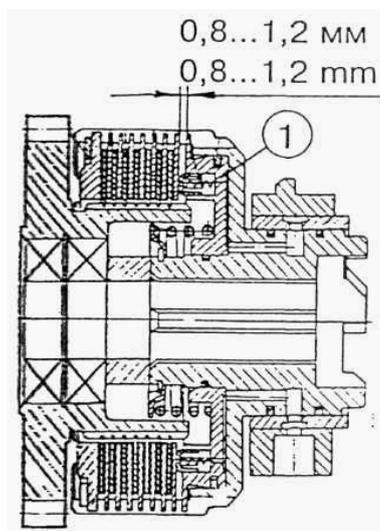

Рисунок 5.62
2) подберите толщину пакета фрикционных дисков так, чтобы ход поршня (1) (рисунок 5.62) составил 0,8..1,2 мм;